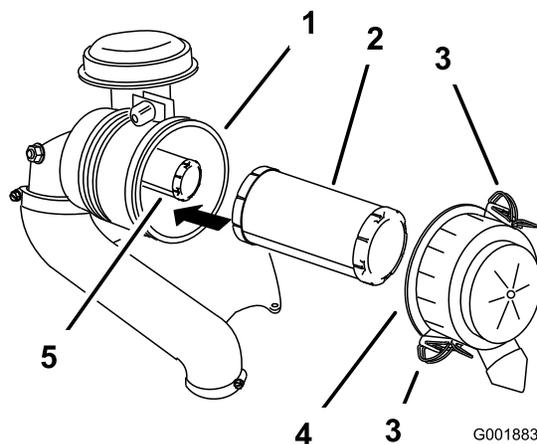

Рисунок 43
3. Освободите защелки воздухоочистителя и отделите крышку от корпуса воздухоочистителя (Рисунок 43).
5. Осторожно извлеките фильтр грубой очистки из корпуса воздухоочистителя (Рисунок 43).
2. При замене внутреннего фильтра осторожно вставьте его в корпус фильтра (Рисунок 43).
3. Осторожно вставьте фильтр грубой очистки поверх контрольного фильтра (Рисунок 43).
4. Установите крышку воздухоочистителя и закрепите ее защелками (Рисунок 43).